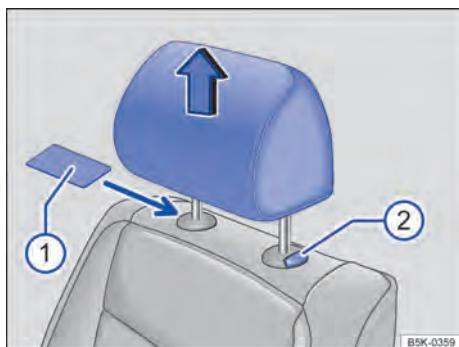

Fig. 46 Desinstalar o apoio para cabeça dianteiro ou traseiro.
- Se necessário, empurrar um objeto plano, por exemplo, um cartão de plástico, entre o revestimento do encosto do banco e a capa de cobertura da barra guia do apoio para cabeça **⇒ Fig. 46 ①** para destravar.
- Retirar o apoio para cabeça com o botão **②** pressionado.